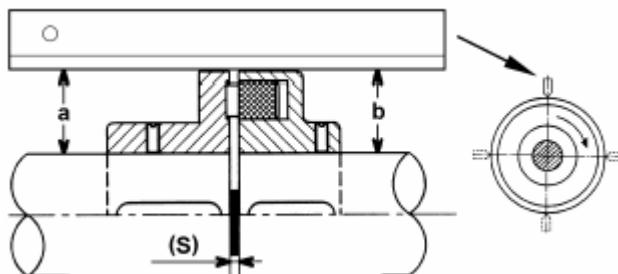

Рис. 5
- ◊ Агрегат правильно выверен, если отклонение между линейкой положенной по оси на обе полумуфты и валом насоса, валом мотора или другой вращающейся вместе с линейкой и удобной для измерения точкой не превышает 0,15 мм, при вращении линейки вместе с полумуфтами. Расстояние между полумуфтами также в любом положении должно быть одинаковым и иметь зазор $S = 3 \dots 5$ мм. Проверять величину зазора надо с помощью щупа или шаблона (рис. 5, рис. 6 с разборной муфтой).